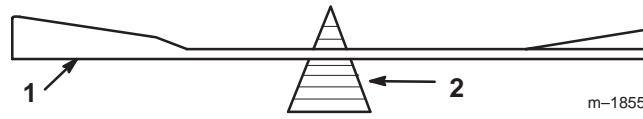

Bild 35
2. Überprüfen Sie die Auswuchtung des Schnittmessers auf einer Ausgleichsmaschine (Bild 35). Wenn das Schnittmesser in seiner horizontalen Position bleibt, ist es ausgewuchtet und kann verwendet werden. Feilen Sie, wenn das Schnittmesser nicht ausgewuchtet ist, an der Rückseite des Messers etwas Metall ab. Wiederholen Sie diesen Vorgang, bis das Messer ausgewuchtet ist.